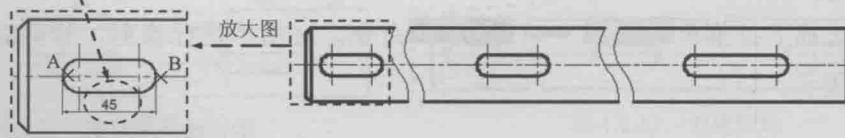

图 1.1.22 创建线性标注
(1) 创建线性标注。选择下拉菜单 $\text{标注}(\text{Q}) \rightarrow \text{线性}(\text{L})$ 命令，分别单击图 1.1.22 中的 A、B 两点，在绘图区的空白区域单击，以确定尺寸放置的位置。